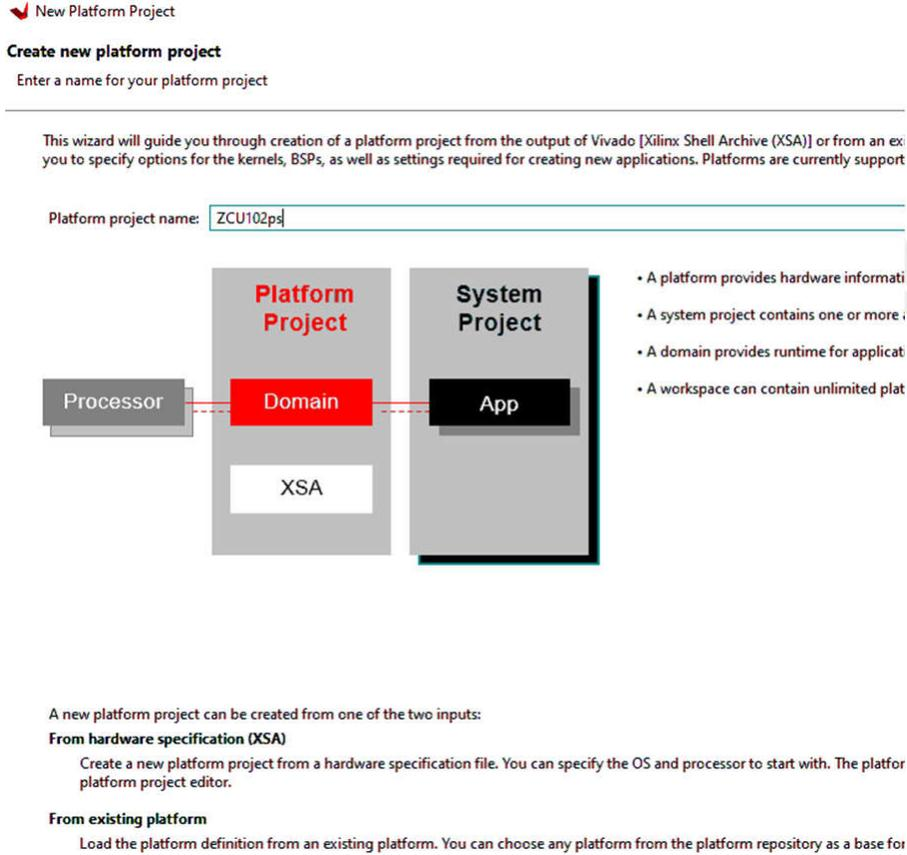

图 6-2. 平台项目的命名
2. 输入所需的平台名称。以名称 **ZCU102ps** 为例 (请参阅图 6-2) 。